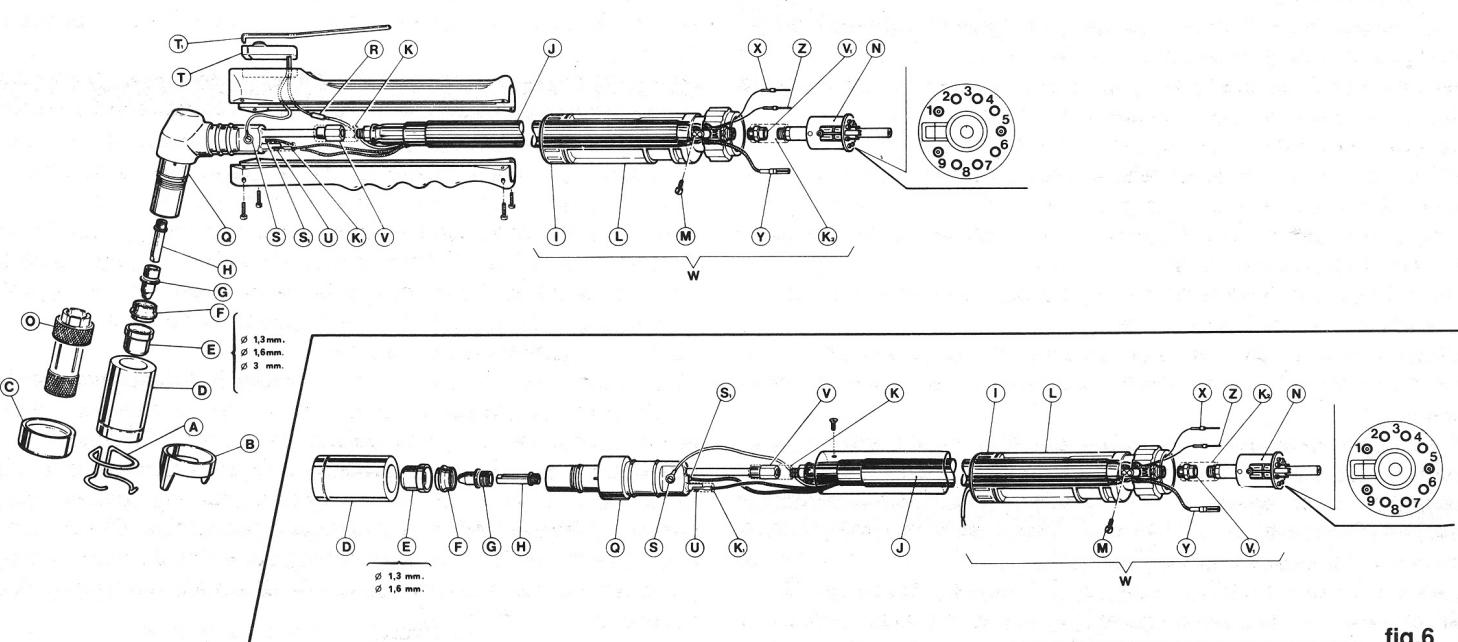
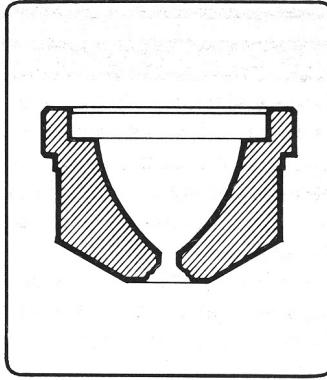

fig.6
fig.8
utiliser une entretoise (entretoise à deux pointes B ou ressort A de la figure 6) maintenir une distance de 4 mm environ (torche pour l'emploi en automatique) pour éviter de mettre en contact direct la buse et la pièce à découper.
Pour cette opération il faut utiliser la buse (E) (Fig. 6) d'un diamètre de 3 mm et monter l'entretoise (C) sur la douille porte-buse (D). L'entretoise (C) sert à éviter que le métal fondu, durant l'opération de gougeage, brûle l'isolement de la douille porte-buse (D).
Les pièces soumises à usure (Fig. 6) sont l'électrode (G), le diffuseur (F) et la buse (E). Le remplacement de l'une de ces pièces est possible uniquement après le dévissage du porte-buse (D).
La buse doit être remplacée lorsque l'orifice central est abimé ou bien très élargi par rapport à celui de la pièce neuve (voir figure 8). Le diffuseur (F) (Fig. 6) doit être remplacé lorsque l'une des extrémités a tendance à se carboniser. Très souvent cette pièce, à cause des sollicitations thermiques et mécaniques à laquelle elle est soumise, tend à rester collée à l'électrode (G) ou bien à la buse (E). Pour la détacher nous conseillons d'utiliser l'extracteur (O), livré dans le nécessaire de l'appareil, qui permet le détachement sans endommager le diffuseur.
2) Remplacement du corps de la torche (Q) (voir figure 6).
3) Remplacement de l'adaptateur (W) (voir figure 6).
4) Remplacement du câble (J) (voir figure 6).
5) Remplacement du bouton-poussoir (T) (torche manuelle - voir fig. 6).
6) Remplacement de la poignée (torche manuelle - voir figure 6).
7) Remplacement de la poignée (torche pour l'emploi en automatique - voir figure 6).
8) Remplacement du tube diffuseur (H) (voir figure 6).
- (Uniquement pour la version 120 A) orifice de la buse (E) (Fig. 6) trop grand par rapport à la valeur du courant prédisposée avec le bouton (7) (Fig. 2).
Eviter d'utiliser des objets pointus pour ne pas détériorer l'orifice de la buse. En cas de difficultés pour l'extraction de l'électrode, agir comme suit: lubrifier le filet de l'électrode avec un liquide qui lubrifie en pénétrant; puis dévisser l'électrode. Si, durant l'extraction de cette électrode, le filet du support porte-électrode du corps de la torche est endommagé, effectuer un taraudage avec un taraud (M11), après avoir enlevé le tube diffuseur (H) (Fig. 6).